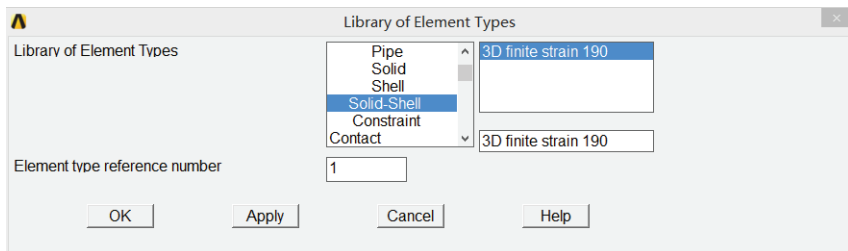

图 6-91 单元类型列表对话框
2) 在 Library of Element Types 的第 1 个列表框中选择 Structural Solid-Shell, 在第 2 个列表框中选择 3D finite strain 190, 在 Element type reference number 输入栏中输入 1, 如图 6-91 所示, 单击 OK 按钮关闭该对话框。